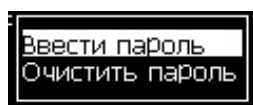
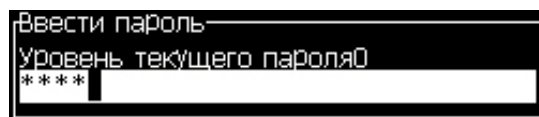

Рисунок 4-2: Ввод пароля
Рисунок 4-3: Пароль уровня доступа “0”
- 2 Нажмите кнопки *“Alt + w”*. Выберите опцию *“Enter Password”* (ввод пароля) (смотрите Рисунок 4-2), и нажмите кнопку *“Enter”* (ввод). Можно также нажать клавишу F3 на главном экране. Отобразится экран *«Ввести пароль»* (see Figure4-3).